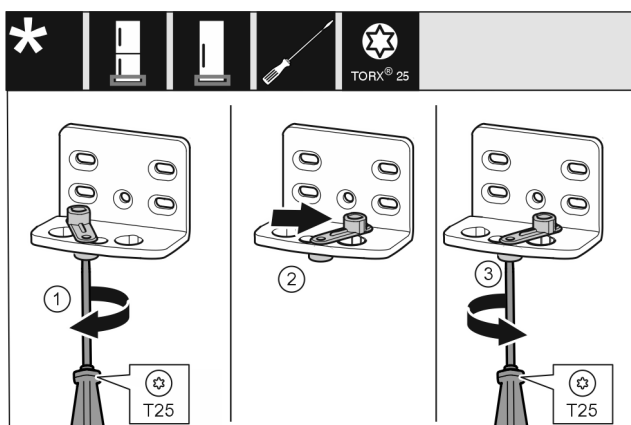

Fig. 17 *
- ▶ Šroubovákem volně přišroubujte šroub Fig. 17 (1)*
- ▶ Zvedněte pomůcku zavírání dveří Fig. 17 (2) a v otvoru ji otočte o 90° doprava.*
- ▶ Šroubovákem šroub Fig. 17 (3) pevně utáhněte.*